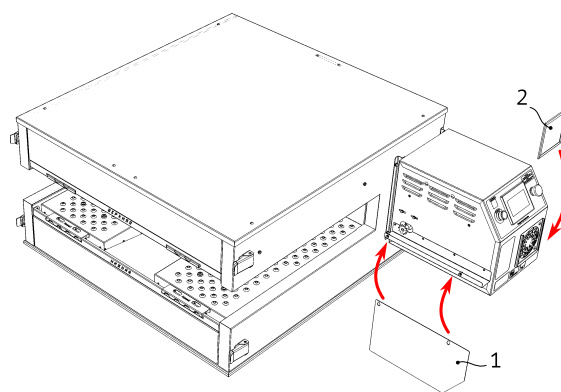

Рисунок 4
6. Установите фильтр воздушный 1, см. Рис. 4. В случае установки печи вторым или третьим ярусом, установите экран тепловой 2 на все печи, кроме нижней.